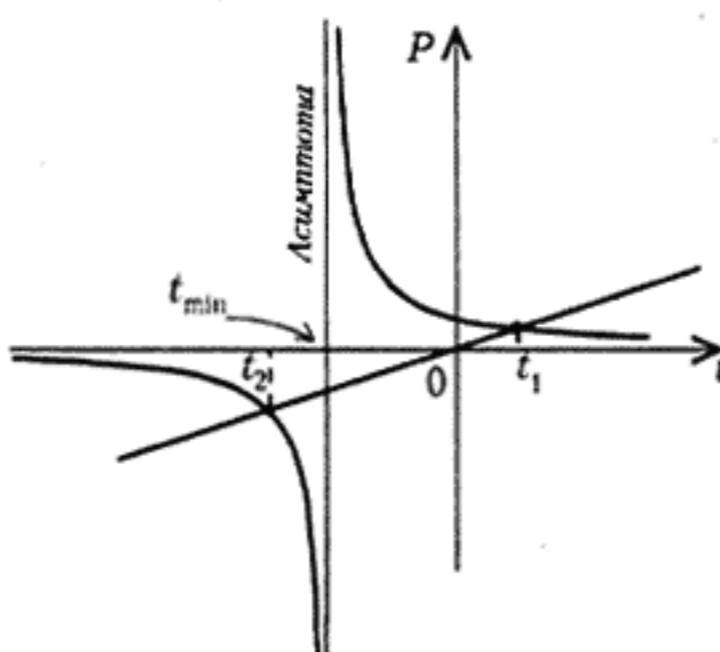

Рис. 3
Для этого решим уравнение (4) графически — в плоскости с прямоугольной системой координат t и P (рис. 3, температура отложена по оси абсцисс, тепловая мощность — по оси ординат). Левая часть уравнения (4) — это гипербола (две ее ветви разделены асимптотой (в данном случае вертикальной прямой линией). Правая часть уравнения (4) — прямая линия, проходящая через начало координат $(0, 0)$. Решениями являются две точки пересечения прямой с гиперболой. Их абсциссы соответствуют корням квадратного уравнения (5). Поскольку асимптота имеет абсциссу $t_{\min} = -\frac{1}{\alpha}$, то отрицательный корень (расположенный левее асимптоты) лишен физического смысла (исходное уравнение (1) в этом случае неверно).